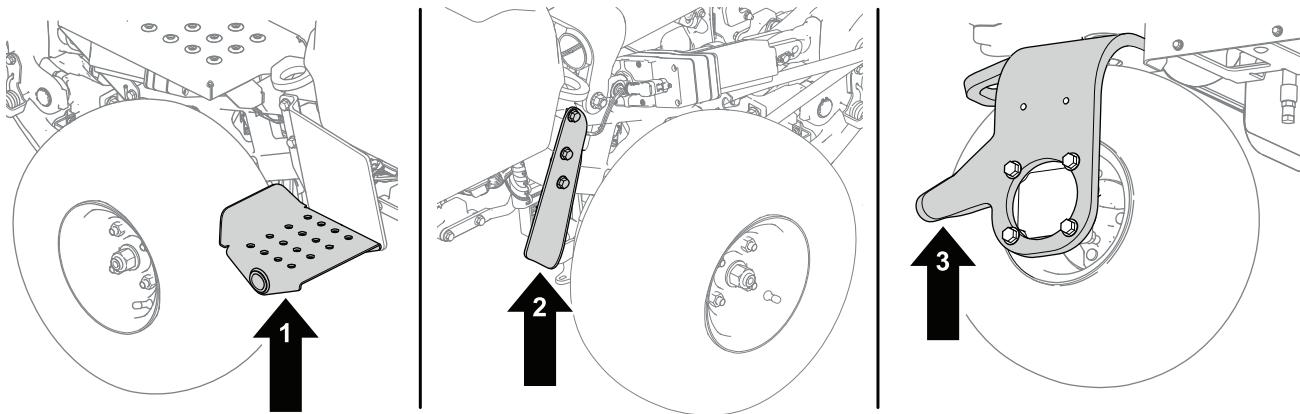

Figura 43
1. Coloque un gato en el punto de apoyo deseado (Figura 43):